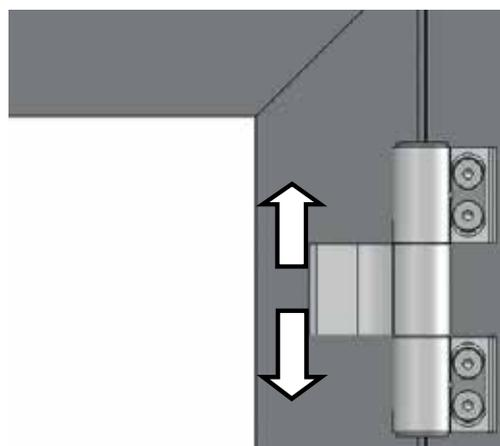

Рис. 29
19.3 Отрегулировать положение полотна двери по вертикали в диапазоне $\pm 2,5$ мм (Рис. 29).